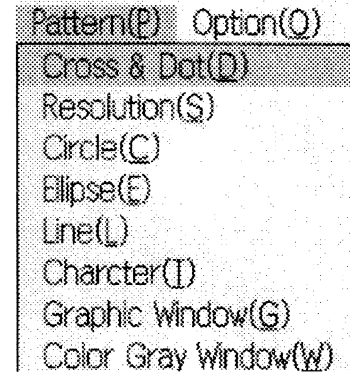

図4-26
③ 「Pattern(P)」プルダウンメニュー (図4-26)